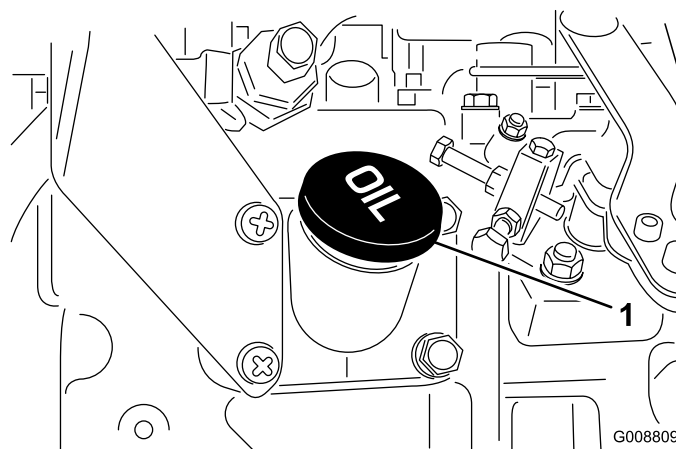

Figure 10
4. Si le niveau d'huile n'est pas dans les limites de sécurité, enlevez le bouchon de remplissage (Figure 10) et faites l'appoint jusqu'à ce que le niveau correct soit atteint. **Ne remplissez pas excessivement.**